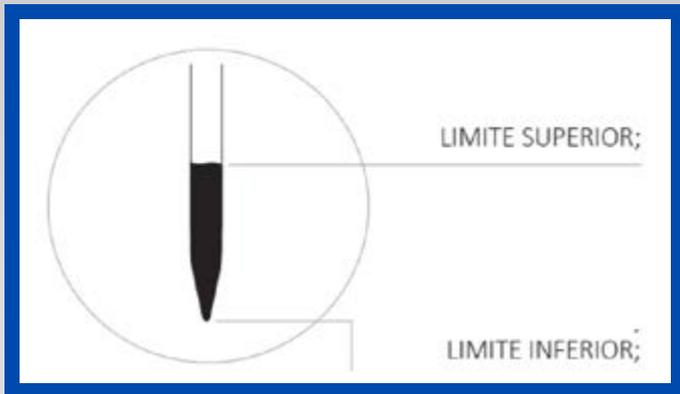

Figura 14 – Posição de marca de óleo em vareta de verificação.
- Retira-la novamente para a verificação do nível, se necessário acrescente óleo (Figura 14);